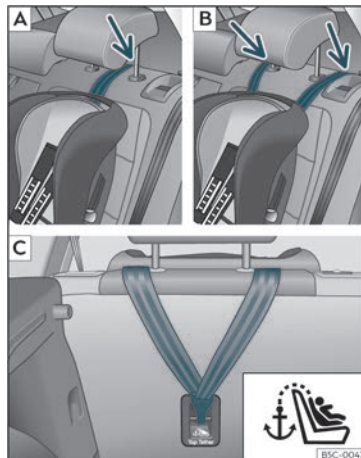
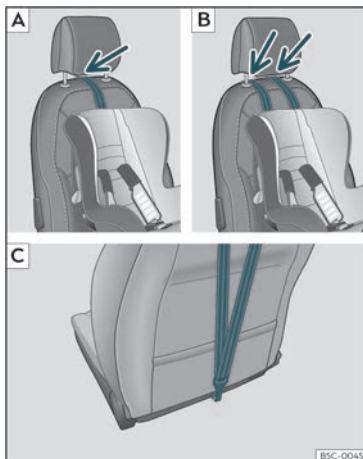

Fig. 29 Asentos traseiros: axuste e montaxe en función do cinto Top Tether.
Fig. 30 Asento do acompañante: axuste e montaxe en función do cinto Top Tether.
deira, levante ou retire o repousacabezas se é necesario)»» fig. 29 [A]/[B], »» fig. 30 [A]/[B].
- Deslice a correa e fíxela correctamente coa áncora da parte traseira do respaldo »» fig. 29 [C], »» fig. 30 [C].